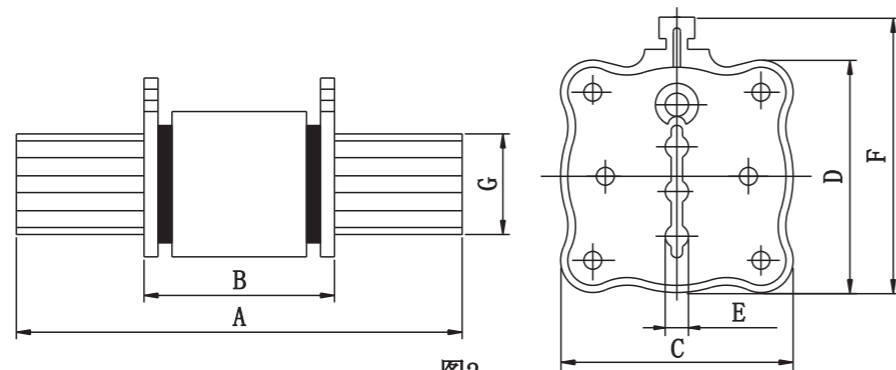

图2
2、熔断体的外形结构及主要尺寸见图2、表5 (100~600安)